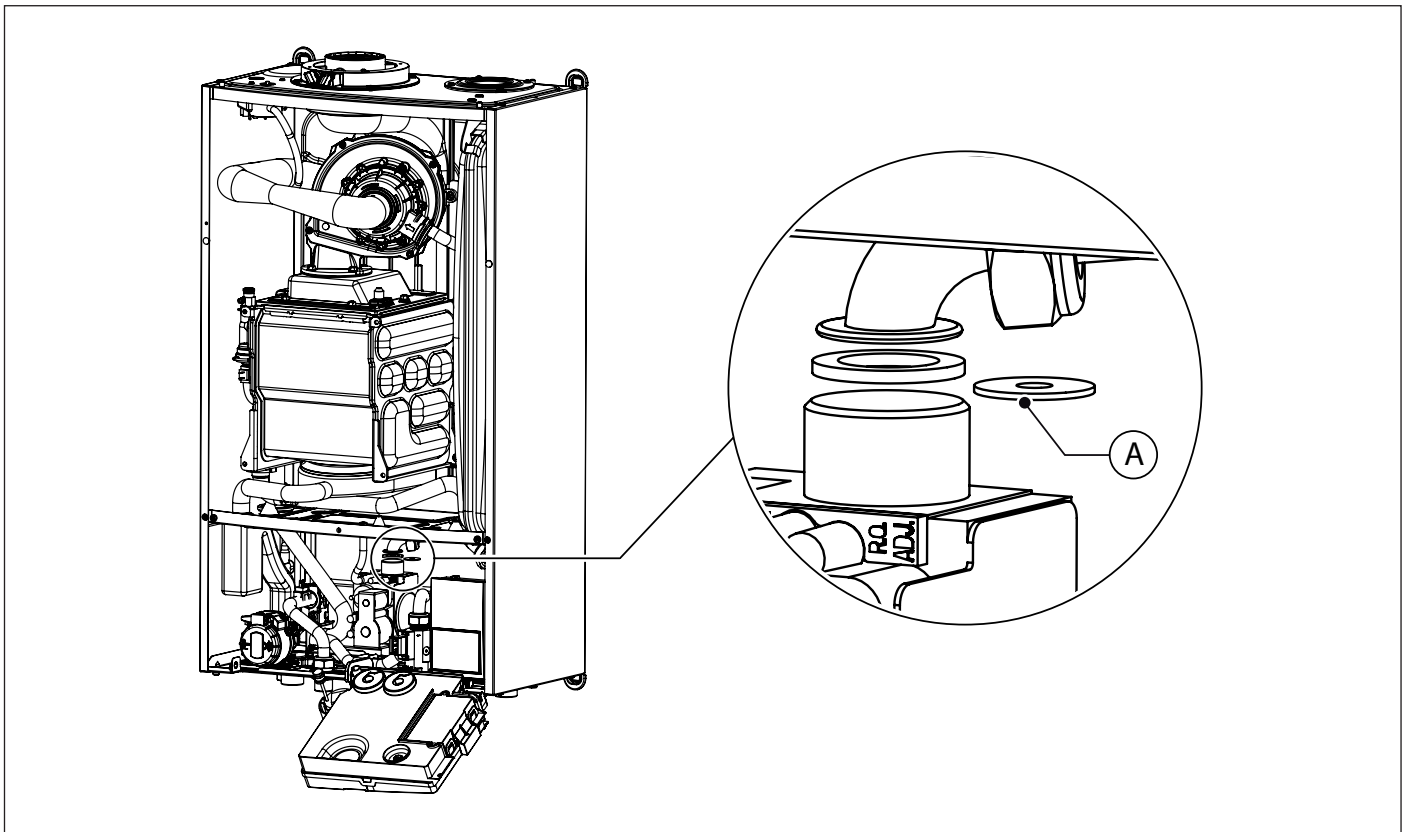

Fig. 29 Sostituzione diaframma gas
- Scollegare il tubo gas dalla valvola gas (vedi Fig. 29 Sostituzione diaframma gas).
- Sostituire il diaframma gas (A) con quello del nuovo tipo di gas (vedi Fig. 29 Sostituzione diaframma gas).